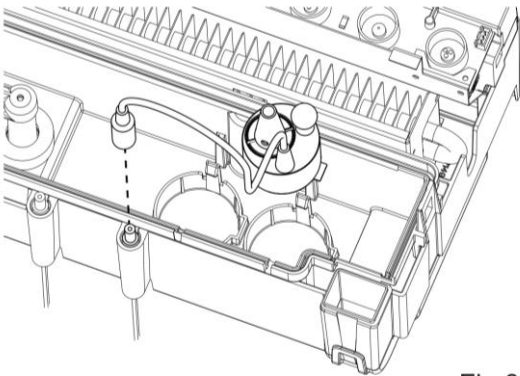

Fig 30
7. Leeren Sie die Wanne vorsichtig im Becken und achten Sie darauf, dass der Umformer (Abb. 30) sich mithilfe eines Befestigungsclips nicht bewegt.
Der Umformer ist ein Verbrauchsgut und muss mit der Zeit vielleicht je nach Abnutzung ersetzt werden. Ersatzumformer können Sie bei Ihrem Händler einkaufen. Der Umformer wird in der Wanne mit einem Plastikclip befestigt (Abb. 30).